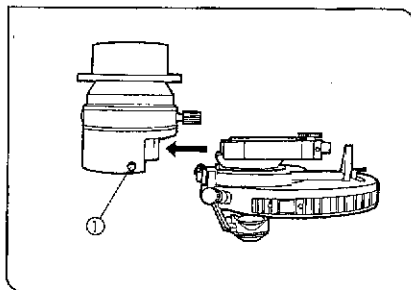

図 35
(図35, 36)
- 1) UCDアダプタ(IX-ADUCD)のセットねじ①(2本)を六角ドライバで十分にゆるめます。(図35)
- 3) セットねじ①を六角ドライバで締付けます。(図35)